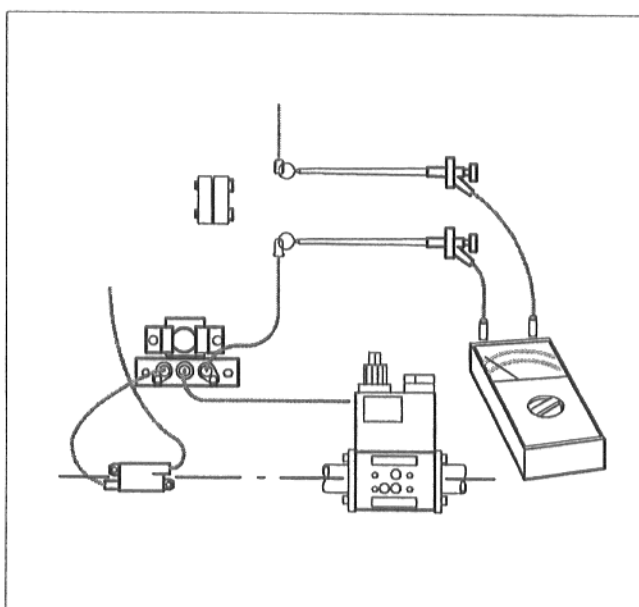

Fig. 8
- Aparatul de măsură se va lega la cablul de control și electrodul de control în serie (Fig. 8). La aparatul de măsură se alege μA -intervalul de curent continuu.